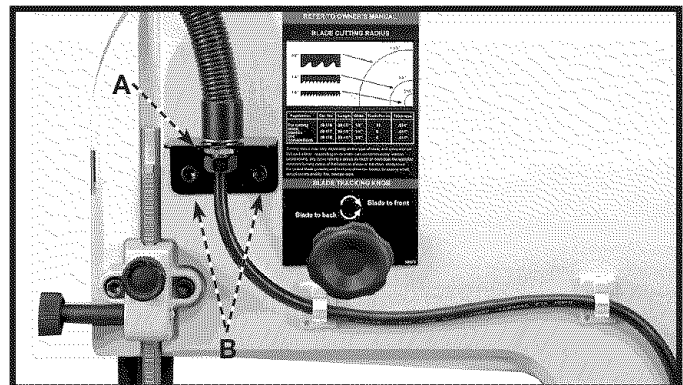

Fig. 18
- Fixer le support de la lampe (A) fig. 18, sur le couvercle supérieur de l'appareil à l'aide de deux vis à pans creux à filetage autofreinant (Nylock) M6 x 20 mm (B) et de rondelles de blocage M6. Serrer solidement avec la clé hexagonale de 5 mm fournie.